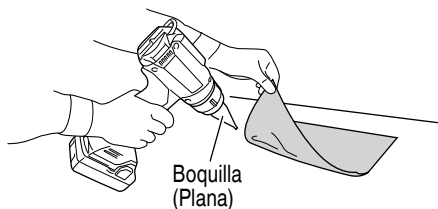

Fig. 14
2. Reblandecimiento del adhesivo (Fig. 14)